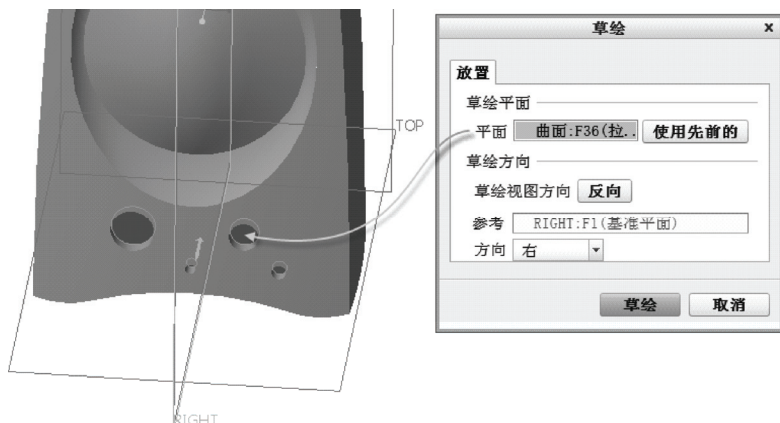

图 12-116 指定草绘平面
3) 选择图 12-116 所示的实体面作为草绘平面, 以 RIGHT 基准平面为“右”方向参